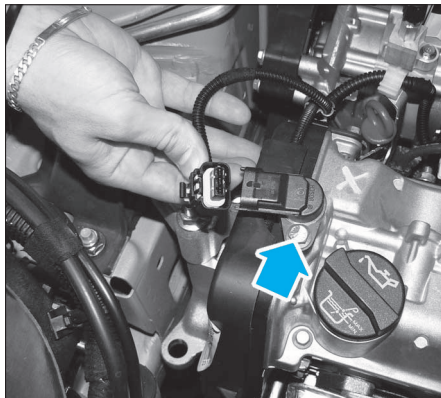

FIG. 23
- Débrancher le connecteur (Fig.23), puis déposer la vis de fixation.